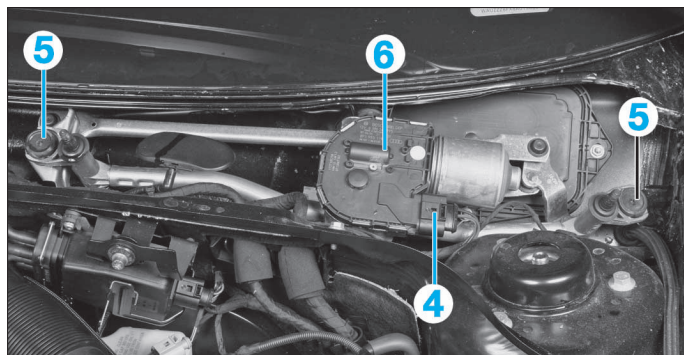

FIG. 16
- Déposer le joint (2) du caisson d'eau puis le cache (3) en procédant avec précaution au niveau du pare-brise.
- Débrancher le connecteur (4) du moteur d'essuie-glace (Fig.16).
- les vis de fixation (5).
- l'ensemble mécanisme/moteur d'essuie-vitre (6).